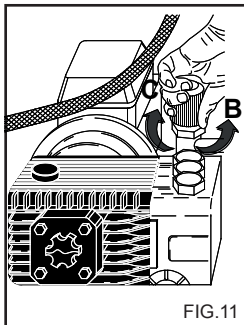

FIG.11
Il presente capitolo riguarda solo i modelli provvisti del dispositivo "Regolatore di pressione". Il dispositivo regolatore di pressione, fig. 11 permette di regolare la pressione di lavoro. Ruotando la manopola C in senso antiorario (B) (minimo) si ottiene così una riduzione della pressione di esercizio.